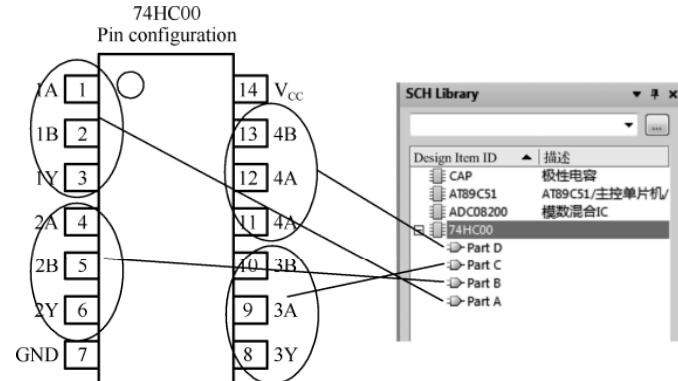

图 4-29 子件管脚的分配
(1) 分析子件管脚的分配，如图 4-29 所示，74HC00 可以根据 4 个与非门的独立功能划分为 4 个子件。